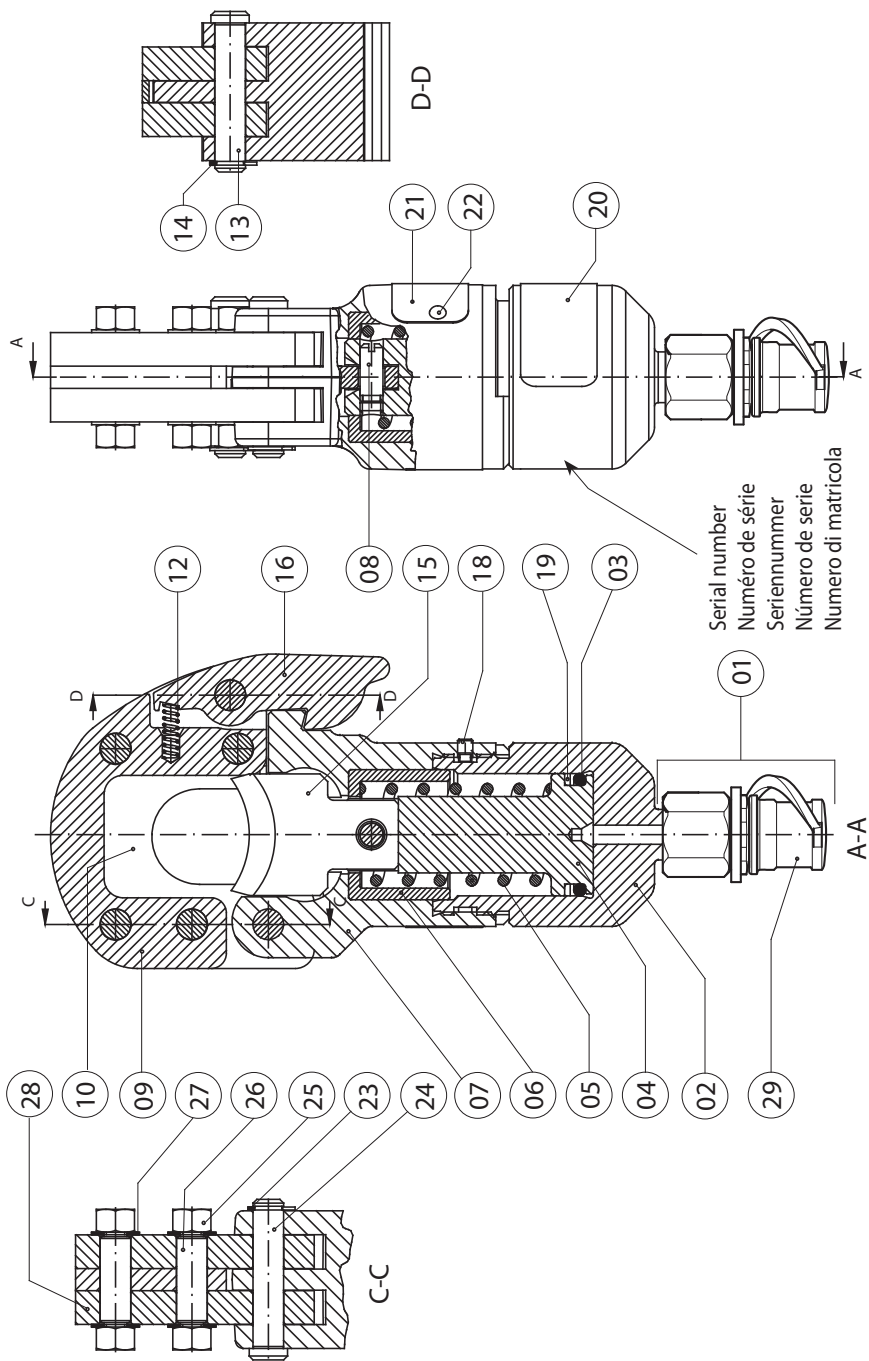

FIG. 4
2. ISTRUZIONI PER L'USO**2.1) Preparazione** (Rif. a Fig. 4)
6. LISTA DEI COMPONENTI (Rif. a Fig. 4)